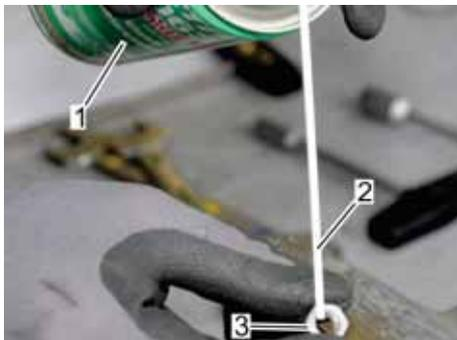

Abb. 48: Sechskantmutter reinigen
10. → Das Gewinde der Sechskantmutter (Abb. 48/3) mit dem Mittel der Reinigungsspraydose (Abb. 48/1) durch den Sprühschlauch (Abb. 48/2) für die Klebung reinigen.